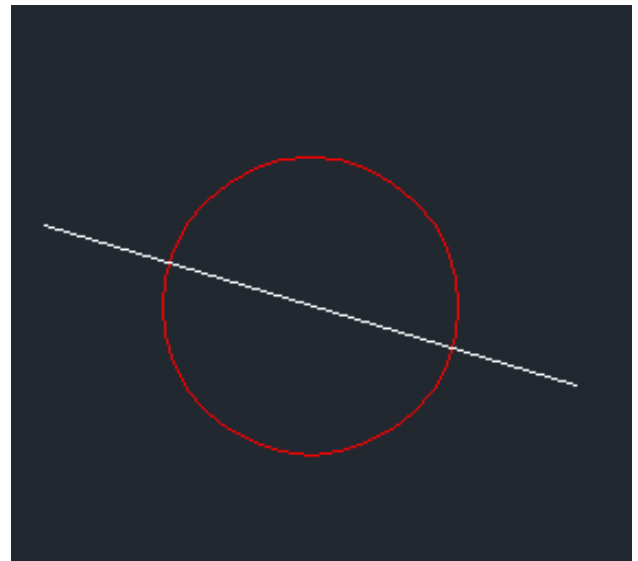

Рисунок 5.
- с неразделённой линией коммутации, проходящей сквозь «диод», а не отрезком, соединяющий центры двух «диодов» **(Рисунок 5);**
- перед записью нового сценария необходимо обязательно отформатировать SD-карту со следующими установками (**Рисунок 5**):